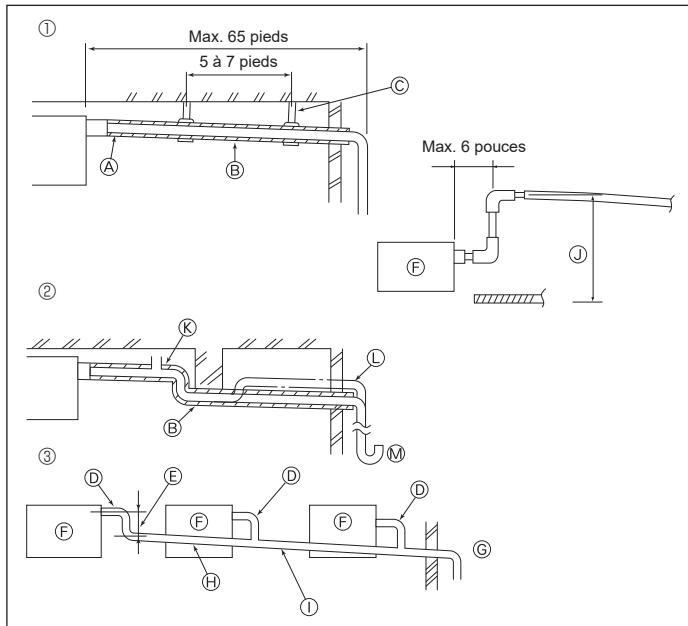

**Fig. 2-6**
- Lorsque l'appareil principal ne peut pas être aligné contre l'orifice de montage au plafond, il est possible de le régler par une fente prévue sur la plaque de montage. (Fig. 2-6)